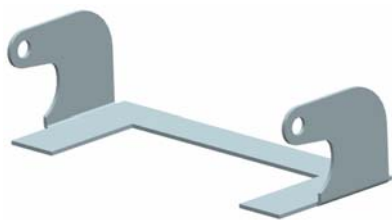

图 6-48 创建重新折弯特征
(3) 在“重新折弯”对话框中单击 **< 确定 >** 按钮，创建重新折弯特征，如图 6-48 所示。